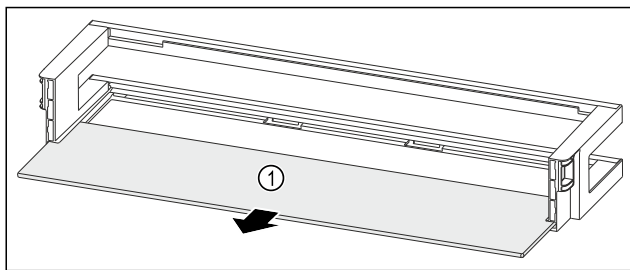

Fig. 145 Лотки на дверцятах з полицю
- ▶ Дістаньте полицю Fig. 145 (1).